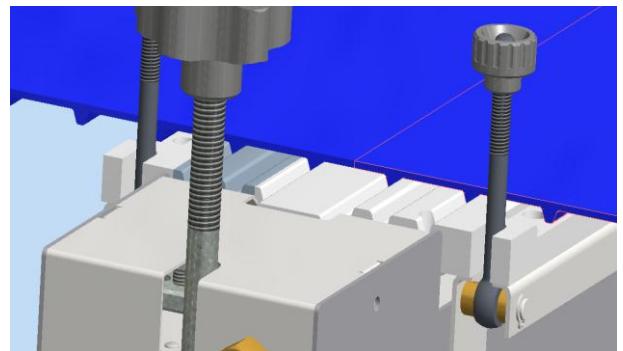

FIGURA 6
- Controlar que los dos empalmes de la banda coincidan perfectamente (Figura 6). Apretar las perillas de cierre de las barras de bloqueo.